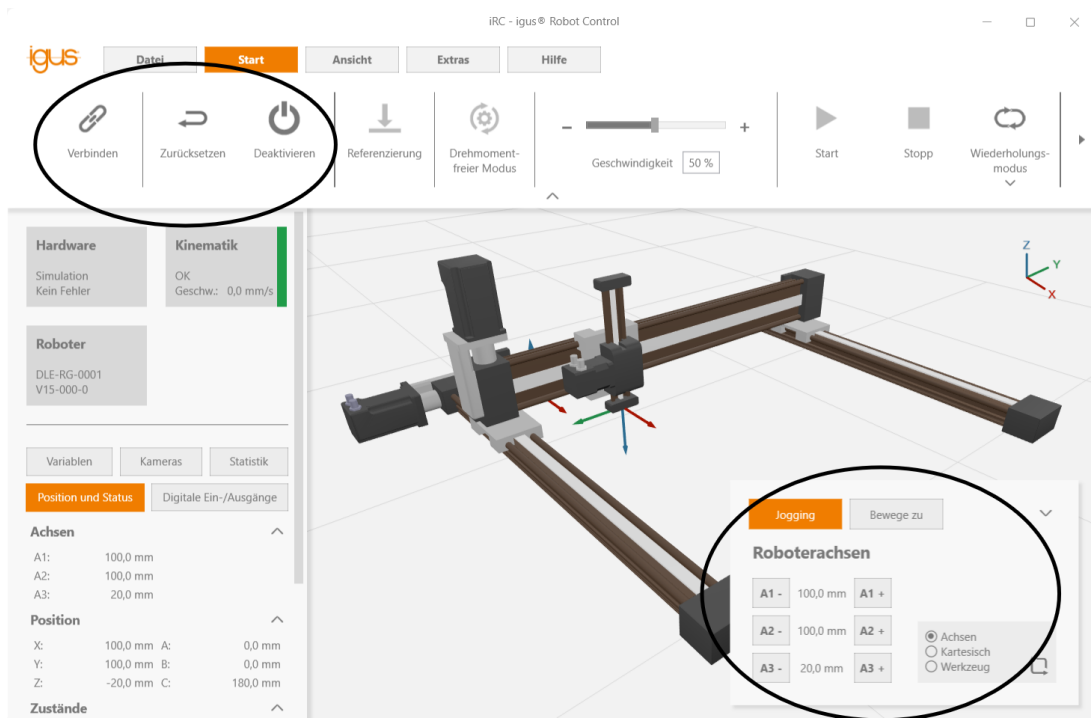

Abbildung 5: Jog-Befehle
3. Sie können den Roboter jetzt aktivieren, indem Sie nachfolgenden Schaltflächen in der angegebenen Reihenfolge drücken (siehe auch Abb. 5):
5. Sie können nun die Gelenke des Roboters mit Hilfe der Schaltflächen im Bereich "Jogging" bewegen (siehe Abb. 5).